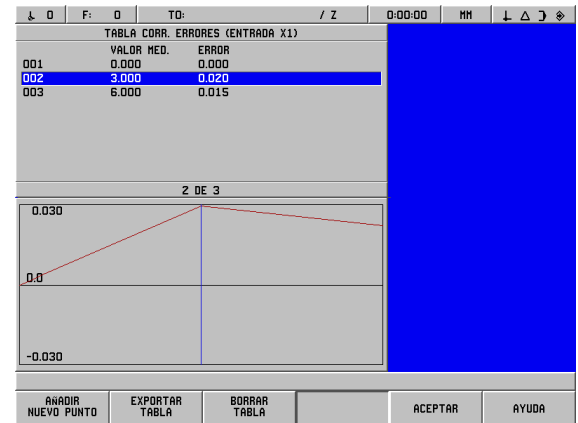

Fig. II.13 Máscara de datos para la corrección del error no lineal
- El gráfico muestra un trazado del error (referencia-medición) de los valores medidos. El gráfico tiene distancias entre puntos fijas. Como el cursor no puede moverse, la localización del punto deseado en el gráfico se indica mediante una línea vertical azul. Véase Fig. II.13.